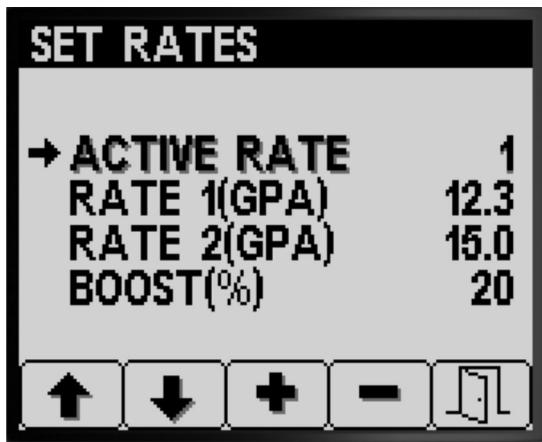

Рисунок 5
1. Нажмите кнопку 1 или 2, чтобы перейти к пункту ACTIVE RATE (ФАКТИЧЕСКАЯ НОРМА ВНЕСЕНИЯ) (Рисунок 5).
2. Нажмите кнопку 4 для выбора позиции ACTIVE RATE (ФАКТИЧЕСКАЯ НОРМА ВНЕСЕНИЯ) (Рисунок 5).
3. Нажмайте кнопки 3 или 4 для установки запрограммированной фактической нормы внесения на значение RATE 1 (НОРМА ВНЕСЕНИЯ 1) или RATE 2 (НОРМА ВНЕСЕНИЯ 2) (Рисунок 5).